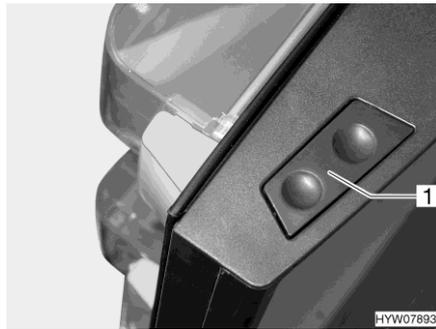

Fig. 251 Botón de desbloqueo (puerta del frigorífico, Dometic de la serie 8)
- Abrir:** ■ Pulsar el botón de desbloqueo (Fig. 251,1) y abrir la puerta del frigorífico.